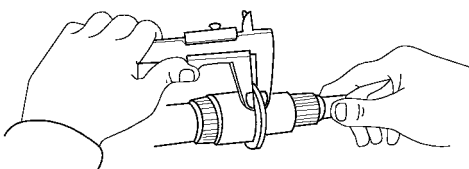

图 10-12 用游标卡尺测量输出轴凸缘厚度
1) 使用游标卡尺测量输出轴凸缘厚度, 如图 10-12 所示。